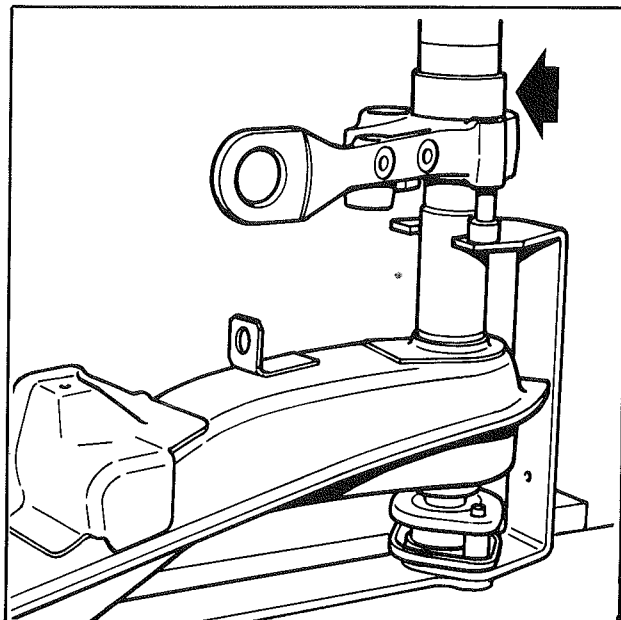

Fig. 8
- Emmancher le support d'ancrage à la presse à l'aide de l'outil 20906 X (Fig. 8) , jusqu'à ce